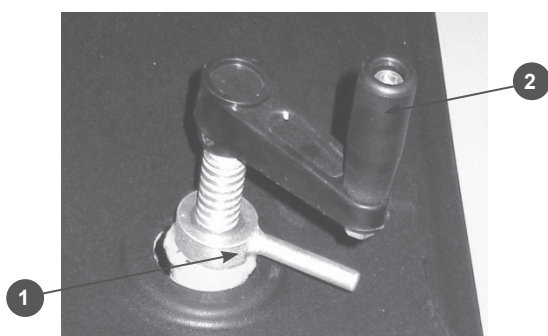

Рис.7
Регулировка давления на щетку производится с помощью уменьшения или увеличения высоты подъема дополнительного опорного колеса. Высота подъема колеса регулируется рукояткой (2) Рис.7.
Для регулировки поднимайте колесо до тех пор, пока щетка коснется поверхности. Поверните рукоятку еще примерно на три оборота и зафиксируйте ее гайкой(1) Рис.7.